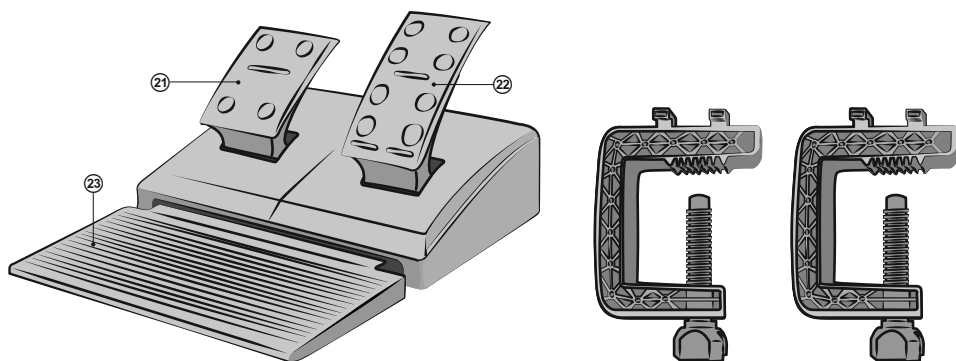

Рис. 5. Блок педалей и 2 скобы
- Установите устройство на ровной поверхности (например, столе) на присоски. Если необходимо, прикрепите его к столу с помощью 2 скоб (см. рис. 5).
- Подключите к устройству блок педалей (рис. 5) с помощью встроенного в блок кабеля к разъему RJ-11 ®, а потом подключите манипулятор кабелем USB ® к свободному порту USB компьютера.